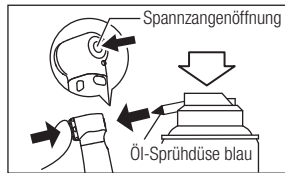

Abb. 18
- 2) Schmieren Sie die Spannvorrichtung direkt durch die Spannzangenöffnung (Abb. 18).